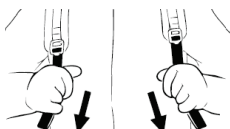
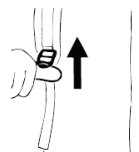

Fig. 22
Fig. 23
- Trageți capetele curelelor în jos pentru a strânge placa din spate pe spatele dvs. (Fig. 22), ridicați agățătorile celor două dispozitive de reglare glisante pentru a slăbi curelele hamului (Fig. 23).